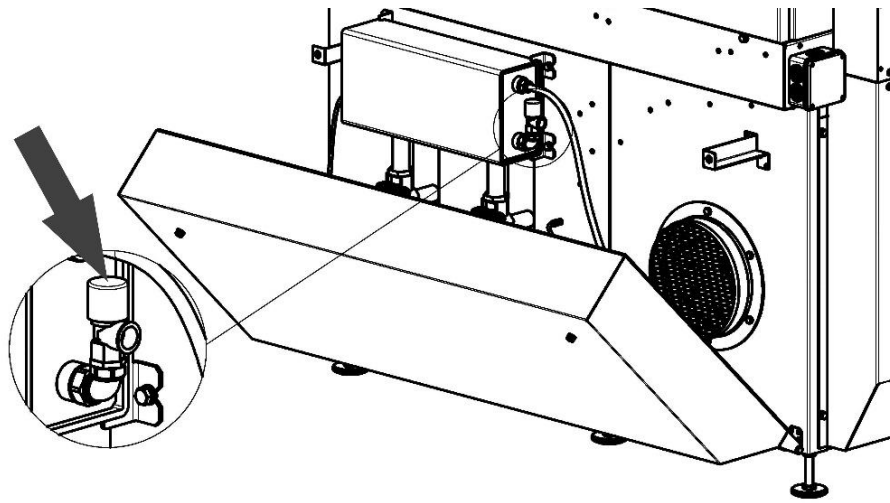

Рисунок 17
- 2) на заднем кожухе стола сварщика отвинтить болты М8х20, кожух открыть (рисунок 17);